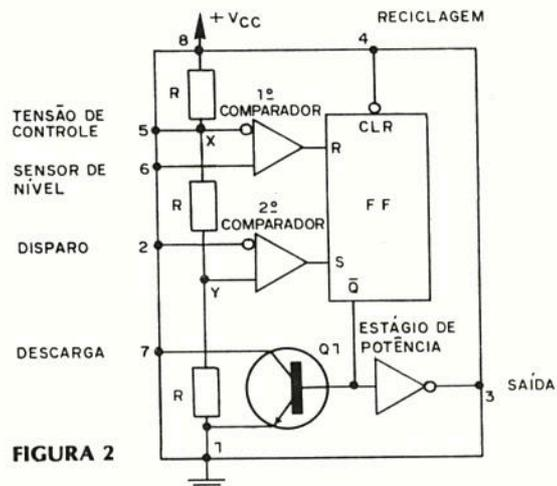
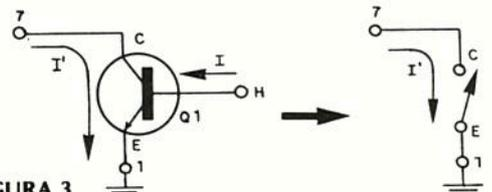

FIGURA 2
FIGURA 3
Internamente ele é constituído por três resistências de mesmo valor ôhmico, dois comparadores de tensão, um flip-flop (bi-estável), um amplificador inversor de potência e mais um transistor adicional que é comandado, através da base, pela saída do bi-estável. A figura 2 apresenta a estrutura interna do integrado assim como a identificação de seus pontos de acesso.
As três resistências R (ver figura 2) formam dois divisores de tensão resistivos de tal forma que o potencial do nós X e Y é respectivamente igual a $2/3$ de V_{cc} e $1/3$ de V_{cc} (lei de ohm) torna-se a referência para cada um dos comparados de tensão. O primeiro desses comparadores é sensível a tensões superiores a $2/3$ de V_{cc} aplicadas à sua entrada (entrada não inversora
- pino 6), o segundo comparador "sente" tensões de valor inferior a $1/3$ V_{cc} através de sua entrada inversora (pino 2 figura 2). Disto concluímos que os comparadores de tensão se fornecem sinais de disparo (quer de habilitação ou reciclagem) ao flip-flop quando as condições pertinentes a cada um desses comparadores seja atingida.
Estando o circuito em repouso, isto é, estando flip-flop reciclado, a sua saída \bar{Q} , como é de se esperar, assume um valor de tensão próximo ao de alimentação (V_{cc}), caracterizando o que denominamos de estado lógico alto, abreviadamente H (H de "high"); ora este nível de tensão aplicado à base do transistor Q1 o satura porque ele é do tipo NPN e com isso o pino 7 do CI (figura 2) é aterrado já que o transistor se comportará como praticamente um interruptor mecânico de contatos fechados (figura 3).
O estado lógico H da saída \bar{Q} do FF também é aplicado à entrada do estágio amplificador cuja finalidade é aumentar o poder de manipulação de corrente da saída do CI (pino 3 - figura 2); acontece que este estágio é um inversor, conseqüentemente na saída teremos a complementação do
Partindo da hipótese que o circuito (figura 2) esteja em repouso (saída em L) não adianta aplicar tensões superiores a $2/3$ de V_{cc} na entrada 'sensor de nível' pois mesmo ocorrendo um estímulo de saída no primeiro comparador, tal estímulo será ignorado pelo bi-estável o qual por hipótese, se encontra em 0 volts (nível lógico L).
Pois bem, apliquemos ao pino 2 do CI (figura 2) um nível de tensão inferior a $1/3$ de V_{cc} . Com isso o segundo comparador fornece um estímulo de saída enquanto esta condição de entrada perdurar e como esse estímulo é ministrado à entrada S do bi-estável ele se vê obrigado a comutar e assim permanecerá mesmo que a informação de entrada (pino 2) seja retirada.
É óbvio que o CI permanecerá nessas condições de repouso até que num novo estímulo adequado seja propiciado à sua entrada 'disparo' (figura 2).
Uma vez ativo, o integrado também poderá retornar à condição de repouso desde que seja aplicado o nível lógico L à entrada reciclagem e enquanto esta condição perdurar a saída do CI se situará em nível baixo independentemente dos sinais aplicados às outras entradas do integrado, podemos dizer, então, que esta entrada (pino 4 figura 2) tem prioridade em relação às demais entradas do componente.
O elevado valor de independência das entradas 'disparo' e o sensor de nível' respectivamente pinos 2 e 6 (figura 2), propiciam ao integrado as mais diversas formas